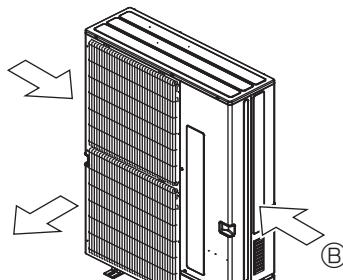

Fig. 2-17
- ② Se possibile, posizionare l'unità in modo che la bocca di uscita soffi perpendicolarmente alla direzione del vento stagionale. (Fig. 2-17)